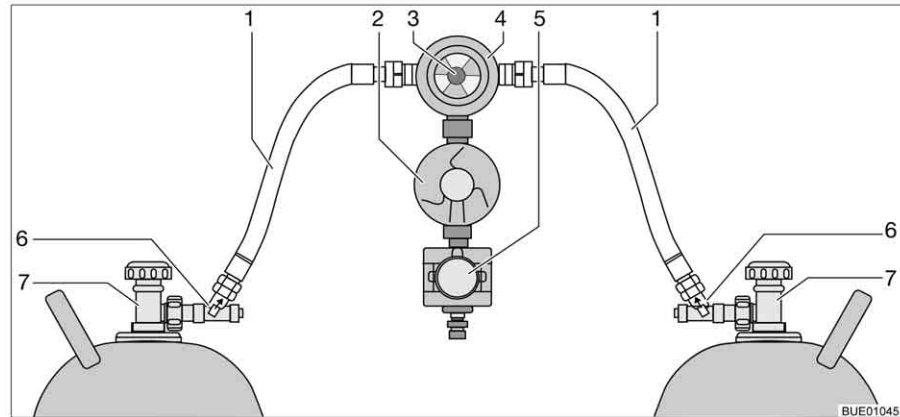

Bild 150 Crash-Protection-Unit-Umschaltanlage
Die Crash-Protection-Unit besteht aus zwei Durchflussbegrenzern mit manueller Entriegelung (Bild 150,6), einem Umschaltventil (Bild 150,4) mit Druckregler (Bild 150,2), einem Elektroventil (Bild 150,5) und der Bedieneinheit mit dreifarbigiger LED. Das Umschaltventil ist zwischen den beiden Gasschläuchen (Bild 150,1) montiert.
Mit dem Drehknopf (Bild 150,3) am Umschaltventil lässt sich bestimmen, welche der Gasflaschen als Betriebsflasche und welche Gasflasche als Reserveflasche verwendet wird.
An der Bedieneinheit (Bild 151) können nur die elektrischen Funktionen geschaltet werden. Die Haupt-Absperrventile der Gasflaschen (Bild 150,7) und die Entriegelungen (Bild 150,6) müssen von Hand geöffnet werden.
- Haupt-Absperrventile an den Gasflaschen (Bild 150,7) öffnen.
- Entriegelungen (Bild 150,6) nacheinander 10 Sekunden lang drücken.
- Mit dem Drehknopf (Bild 150,3) am Umschaltventil (Bild 150,4) die Gasflasche wählen, der vorrangig das Gas entnommen werden soll (Betriebsflasche).
- Haupt-Absperrventile an den Gasflaschen (Bild 150,7) schließen.